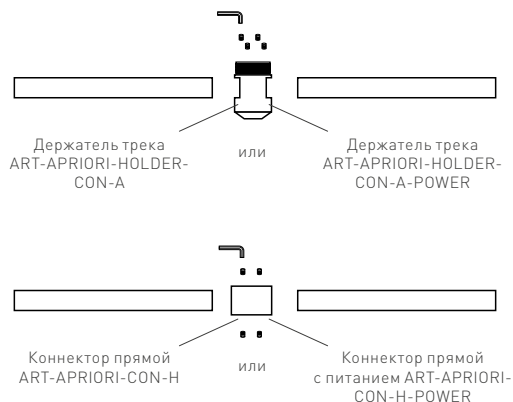

Рис. 8. Соединение шинопроводов в одной плоскости механически и электрически
- 5.2. Способы механического и электрического соединения шинопроводов показаны на рис. 8.